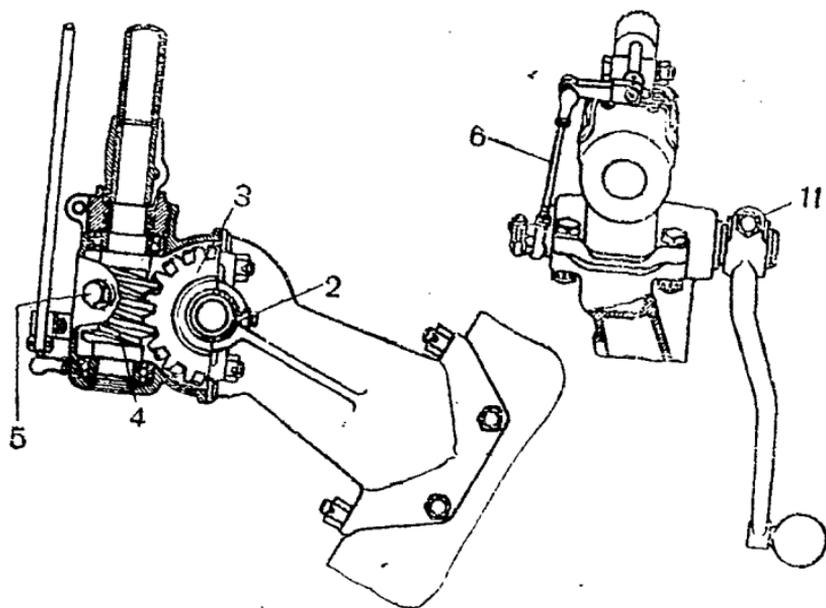

Рис. 16. Рулевой механизм:
7. Проверь наличие масла в картере рулевого механизма через каждые 15 000—18 000 км. Для проверки и доливки масла пользуйся наливным отверстием, перекрытым пробкой (рис. 16).
Слишком большой люфт в рулевом устройстве недопустим, так как при слишком большом люфте затрудняется управление автомобилем. Регулируй рулевой механизм (рис. 16) следующим образом: